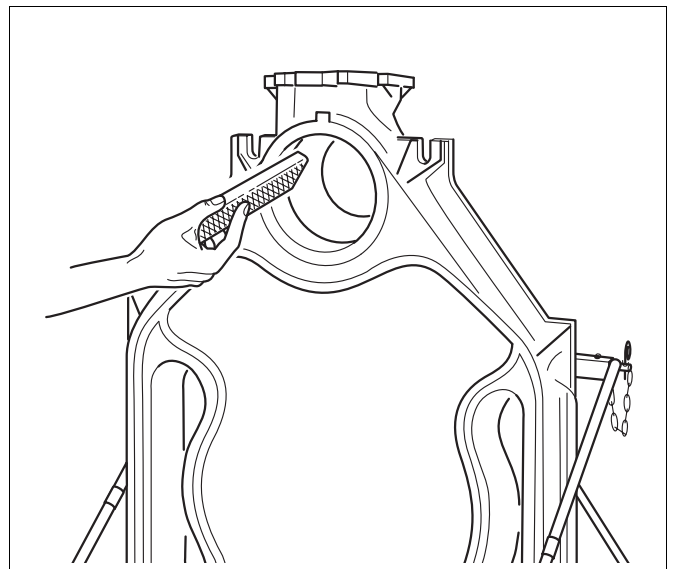

Abb. 12 Grat abfeilen
- Den eventuell an den Naben vorhandenen Grat abfeilen (Abb. 12).
- Den eventuell an den Naben vorhandenen Grat abfeilen (entsprechend Abb. 12, Seite 18).